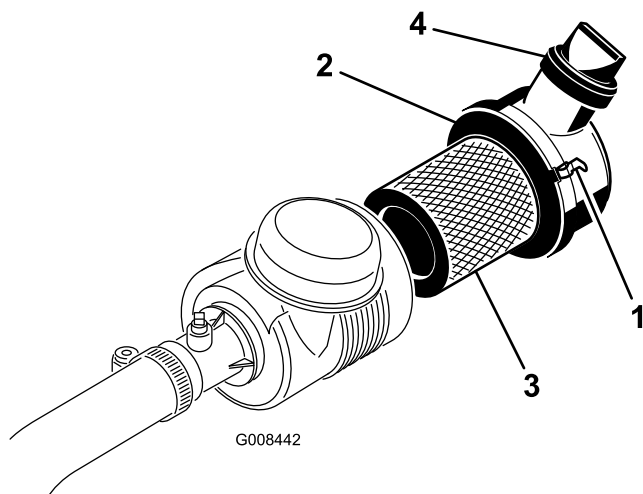

Figure 44
1. Desserrez les fixations qui maintiennent le couvercle sur le corps du filtre à air (Figure 44).
6. Reposez et verrouillez le couvercle (Figure 44).